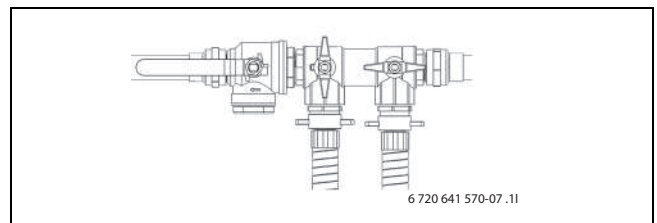

Fig. 25 Kits de remplissage en mode augmentation de pression
- Une fois la purge effectuée, mettre le circuit sous pression. Placer les vannes du dispositif de remplissage en position d'augmentation de pression et mettre le circuit sous pression avec 2,5 à 3 bar (→ figure 25).